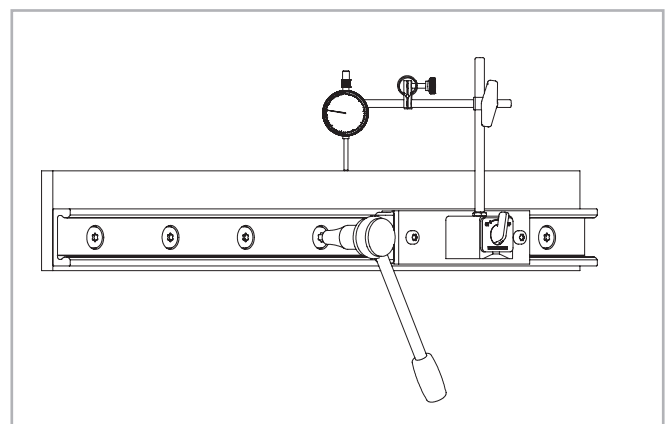

Fig. 68
(2) Montare un comparatore sul cursore in modo da misurare lo spostamento della guida rispetto ad una linea di riferimento. Posizionare ora il cursore al centro della guida e azzerare il comparatore. Muovere il cursore avanti e indietro coprendo di volta in volta la distanza tra due fori e allineare accuratamente la guida. Ora serrare le tre viti al centro di questa zona con la coppia di serraggio prescritta, vedere fig. 68.